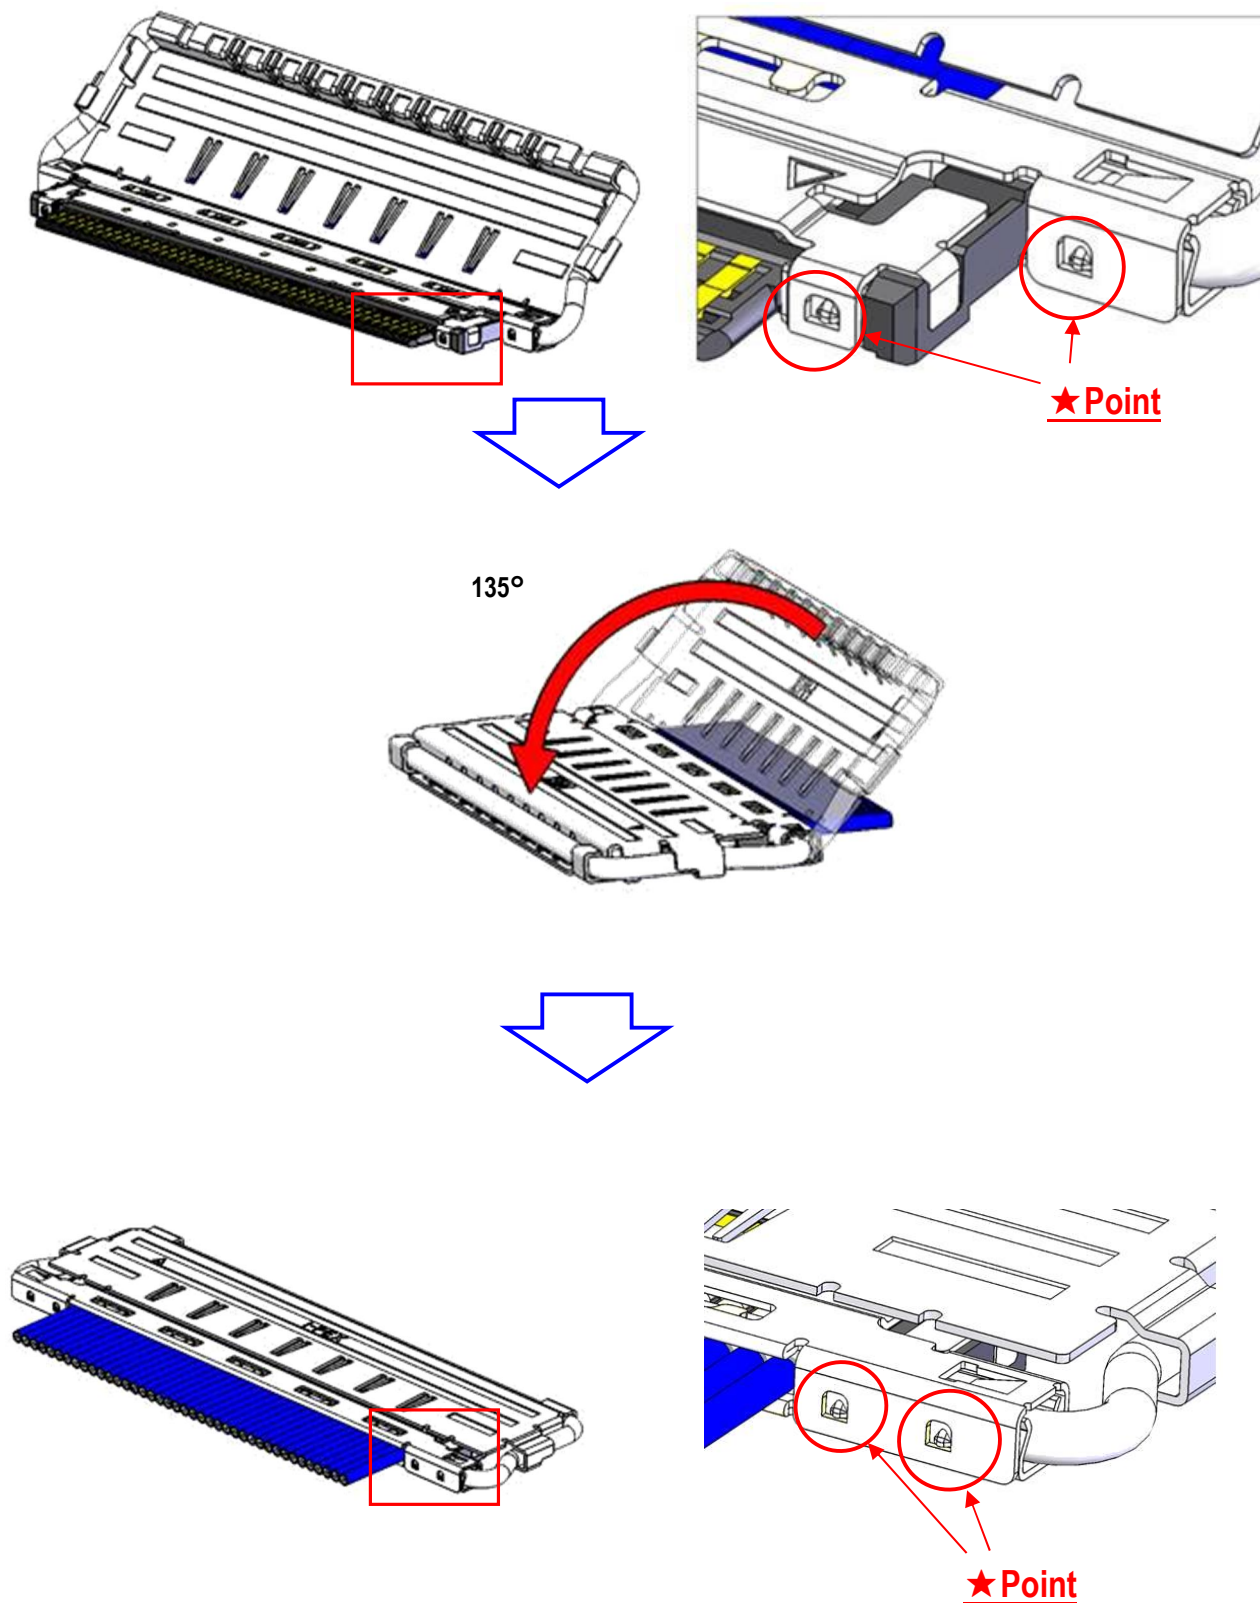

Fig.9 The Assembly Confirmation of Shell-A
- ⑤ Shell A,B と Ground bar を半田コテにて全箇所半田付けすることを推奨する。 (Fig.9,10 ◆部)